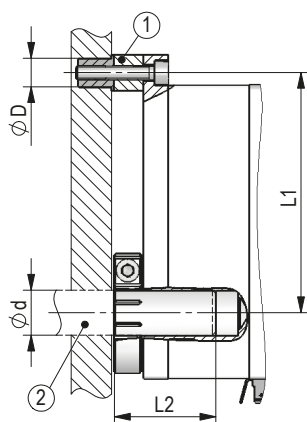
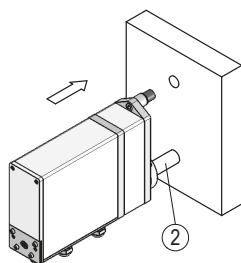
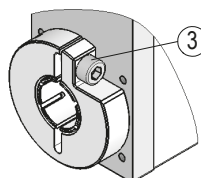

Abb. 1: Einbaumaße
Abb. 2: Montage
Abb. 3: Anzugsmoment
- ▶ Sorgen Sie für einen geringen Wellen- und Winkelversatz zwischen Welle und Aufnahmebohrung durch geeignete Fertigungsmaßnahmen (siehe Abb. 1 + Tab. 1).
Vorbereitung Montage (Abb. 1, Abb. 2, Abb. 3):
Montage (Abb. 1, Abb. 2, Abb. 3):